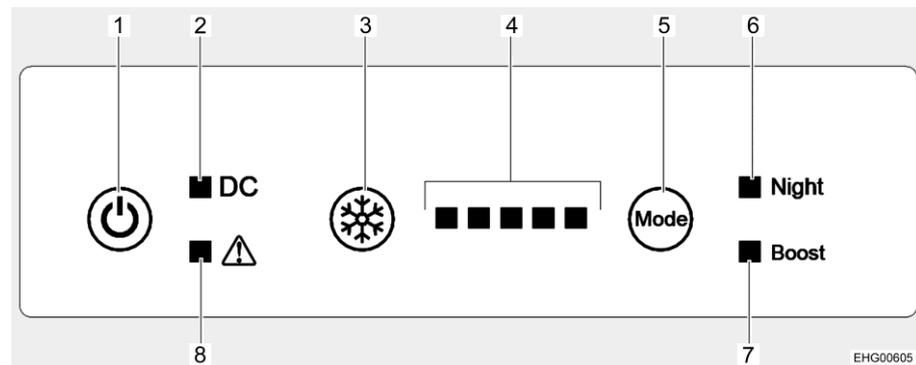

Fig. 244 Elementos de mando (frigorífico)
Conectar: ■ Pulsar la tecla On/Off (Fig. 244,1). Se encienden todas las luces de control (prueba de lámparas) y se apagan después de aprox. 3 segundos. La luz de control Funcionamiento (Fig. 244,2) permanece encendida e indica que el frigorífico está funcionando. El compresor arranca después de un breve retardo.
Desconectar: ■ Pulsar la tecla On/Off (Fig. 244,1). La luz de control Funcionamiento (Fig. 244,2) se apaga.
Ajustar el nivel de refrigeración: ■ Pulsar la tecla para el nivel de refrigeración (Fig. 244,3) repetidamente hasta que se visualice el nivel de refrigeración deseado. Tanto más luces de control (Fig. 244,4) estén encendidas, tanto más alta será la potencia frigorífica (y también el consumo de energía).
- Conectar el modo nocturno:** ■ Pulsar la tecla Modo de funcionamiento (Fig. 244,5) repetidamente hasta que la luz de control Modo nocturno (Fig. 244,6) esté encendida. Ahora, el frigorífico estará funcionando en el modo nocturno.
- Desconectar el modo nocturno:** ■ Pulsar la tecla Modo de funcionamiento (Fig. 244,5) repetidamente hasta que la luz de control Modo nocturno (Fig. 244,6) se apague. El frigorífico estará funcionando en el modo normal.
- Conectar el modo Boost:** ■ Pulsar la tecla Modo de funcionamiento (Fig. 244,5) repetidamente hasta que la luz de control Modo Boost (Fig. 244,7) esté encendida. Ahora, el frigorífico estará funcionando en el modo Boost.
- Desconectar el modo Boost:** ■ Pulsar la tecla Modo de funcionamiento (Fig. 244,5) repetidamente hasta que la luz de control Modo Boost (Fig. 244,7) se apague. El frigorífico estará funcionando en el modo normal.